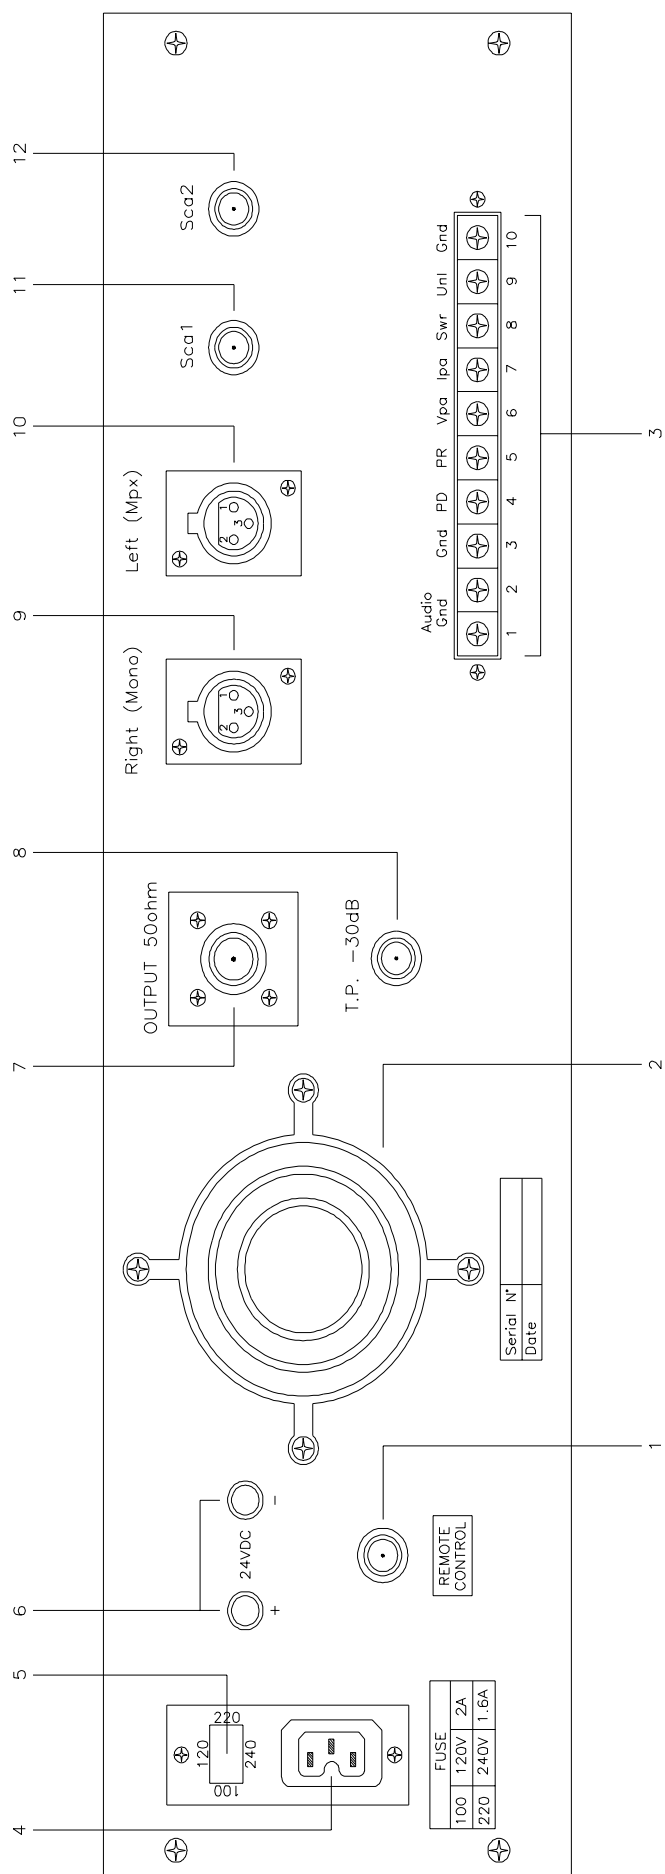

FIG. 2
DESCRIZIONE DELLA VISTA DEL PANNELLO POSTERIORE (FIG.2)
1) Verificare sul pannello posteriore che il selettore della tensione di rete sia posizionato sul giusto valore: eventualmente con un cacciavite sollevare il cappuccio (5 Fig.2) su cui sono stampati i valori di tensione e ruotarlo fino a che il valore che interessa corrisponda con la freccetta e quindi reinserirlo.
4) Collegare alla presa posteriore REMOTE (1 Fig.2) un cavo alla cui estremità sia connesso un interruttore in grado di creare un corto circuito tra schermo e centrale, e posizionarlo in modo da ottenere questo corto circuito.
6) Connettere il cavo di rete nell'apposita vaschetta VDE (4 Fig.2).
15) Collegare un generatore audio a bassa distorsione agli ingressi LEFT e RIGHT (9 e 10 Fig.2). Iniettare un tono a 400Hz con ampiezza uguale a 0dBm (775mV RMS=2.2Vpp). Posizionare il comando INPUT LEVEL su 0dBm. Posizionare il pulsante (1 Fig.1) in posizione "stereo" (accensione led relativo). Posizionare il pulsante "PILOTA" (4 Fig.1) inserito (accensione led relativo). Ponendo il selettore
- 1) Connettere l'uscita della sorgente stereo all'ingresso MPX (10 Fig.2), si veda SETUP4.